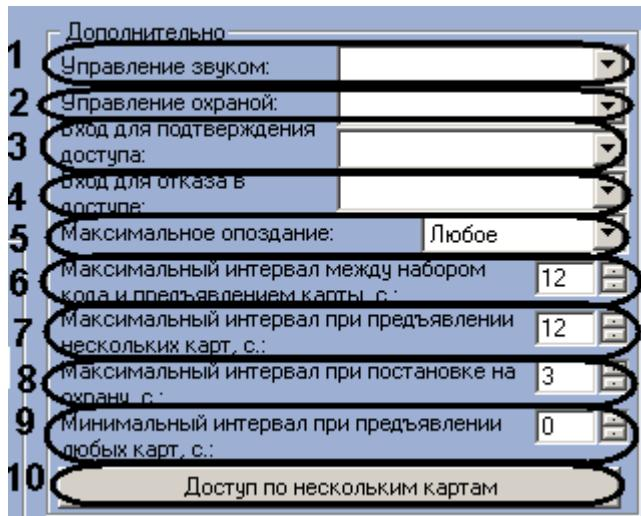

Рис. 3.4-23 Параметры группы **Дополнительно**
4. Настроить параметры группы **Дополнительно** (Рис. 3.4-23).
- 4.1 Из раскрывающегося списка **Управление звуком**: необходимо выбрать выходное реле, к которому подключается звуковой излучатель считывателя (см. Рис. 3.4-23, 1).
- 4.2 Из раскрывающегося списка **Управление охраной**: необходимо выбрать вход, для подключения кнопки, используемой для управления режимами охраны (см. Рис. 3.4-23, 2).
- 4.3 Из раскрывающегося списка **Вход для подтверждения доступа**: необходимо выбрать вход для подключения кнопки подтверждения доступа (см. Рис. 3.4-23, 3).
- 4.4 Из раскрывающегося списка **Вход для отказа в доступе**: необходимо выбрать вход для подключения кнопки отказа в доступе (см. Рис. 3.4-23, 4).
- 4.5 Из раскрывающегося списка **Максимальное опоздание**: необходимо выбрать время после окончания разрешённого интервала, в течение которого будет разрешён доступ (см. Рис. 3.4-23, 5).
- 4.6 В поле **Максимальный интервал между набором кода и предъявлением карты, с.:** с помощью кнопок **вверх-вниз** необходимо указать время в секундах, отсчитываемое после ввода PIN-кода, используемое для ожидания предъявления карты доступа (см. Рис. 3.4-23, 6).
- 4.7 В поле **Максимальный интервал при предъявлении нескольких карт, с.:** с помощью кнопок **вверх-вниз** необходимо указать время в секундах между предъявлением двух карт при осуществлении доступа по двум или трём картам (см. Рис. 3.4-23, 7).
- 4.8 В поле **Максимальный интервал при постановке на охрану, с.:** с помощью кнопок **вверх-вниз** необходимо указать время в секундах, в течение которого ожидается повторное предъявление карты при управлении охраной (см. Рис. 3.4-23, 8).
- 4.9 В поле **Минимальный интервал при предъявлении любых карт, с.:** с помощью кнопок **вверх-вниз** необходимо указать время в секундах с момента предъявления последней карты, в течение которого считыватель не реагирует на предъявление карт (см. Рис. 3.4-23, 9).
4.10 Для настройки доступа по нескольким картам необходимо нажать кнопку **Доступ по нескольким картам** (см. Рис. 3.4-23, 10).